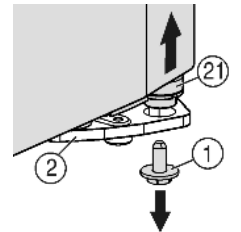

Fig. 4
- ▶ Unten rechts am Lagerbock die Sicherungsschraube *Fig. 4 (1)* herausdrehen.
- ▶ Der Lagerbolzen *Fig. 4 (21)* löst sich aus dem Lagerbock *Fig. 4 (2)*.
- ▶ Falls sich der Lagerbolzen *Fig. 4 (21)* nicht löst, den Bolzen von unten herausdrücken.
- ▶ Sicherungsschraube Fig. 4 (1) unten in den Lagerbolzen eindrehen und festziehen (**mit 4 Nm**).